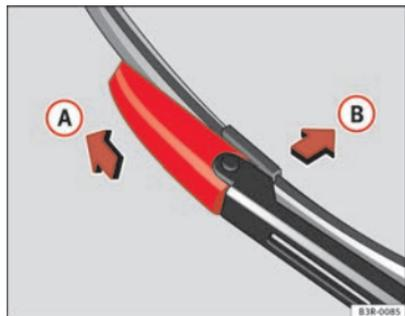

Fig. 181 Extraer la escobilla
- Desplace el elemento de bloqueo de la escobilla en la dirección de la flecha ⇒ fig. 181 **A**. Aguante al mismo tiempo la escobilla.